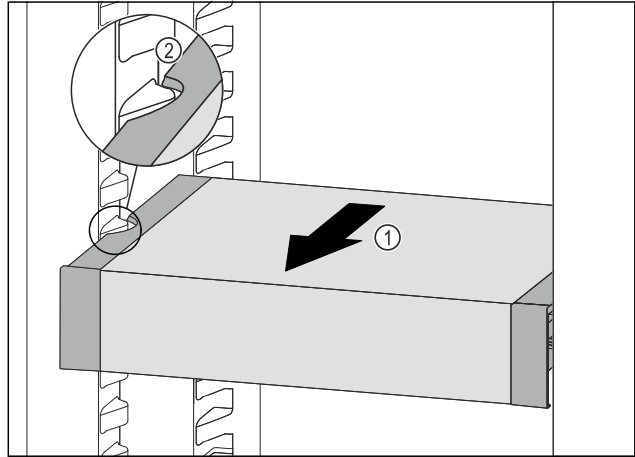

Fig. 132
- ▶ VarioSafe nach vorne ziehen Fig. 132 (1), bis sich die seitlichen Aussparungen des VarioSafes auf Höhe der Behälterrippe im Kühlteil befinden. Fig. 132 (2)